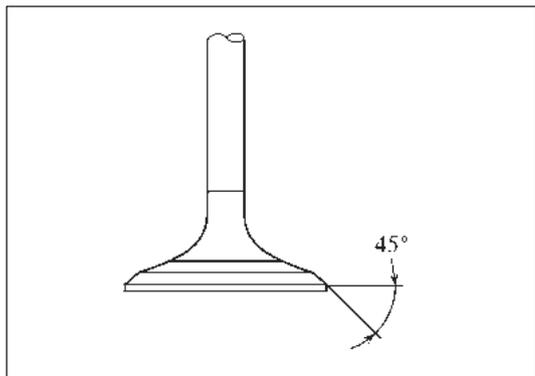

Рис. 12-3-15. Проверка угла конусности клапана
- (5) Проверка и притирка клапана
- а) Выполнять притирку клапана до исчезновения шероховатости, затем проверить угол конусности клапана, как изображено на рис. 12-3-15.